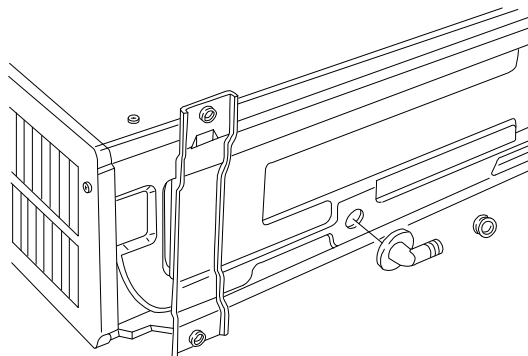

Fig.3
- f) Das Kondenswasser oder das Wasser, die sich bei dem Betrieb der Außeneinheit bilden, müssen entfernt oder durch Entwässerung abgeleitet werden. Durch Montage eines Stutzens oder durch flexible Verbindung soll sichergestellt werden, dass das Wasser frei durchströmt (Fig.3).